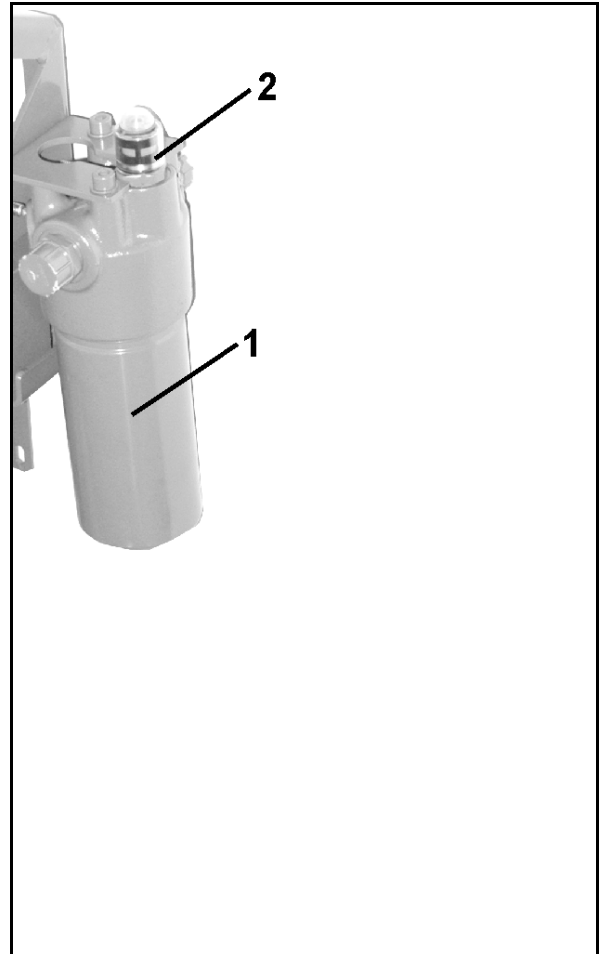

Fig. 163
- Deșurubați clapeta magnetică (Fig. 163/1).
- Scoateți bobina magnetică (Fig. 163/2).
- Deșurubați tija valvei (Fig. 163/3) împreună cu scaunele și curățați-le cu aer comprimat sau cu ulei hidraulic.